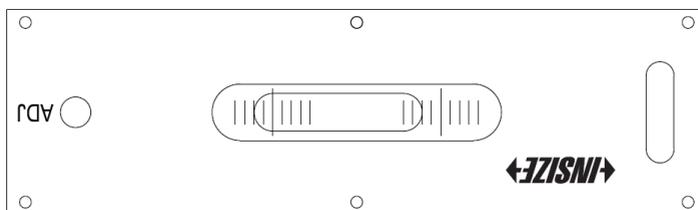

рис. 8
- в) Поверните уровень на 180°, сдвиньте (не ставьте) уровень в то же положение на поверхности (рис. 8).